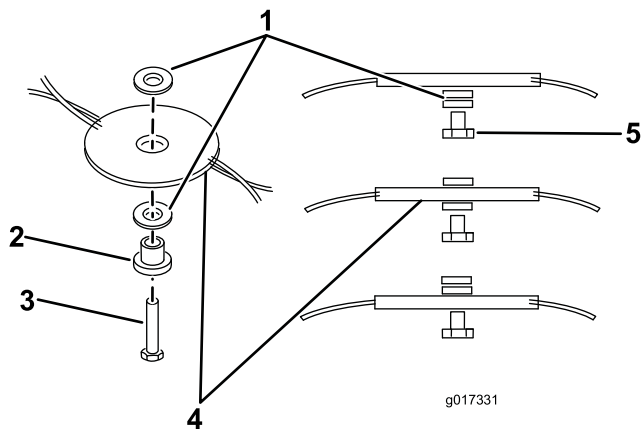
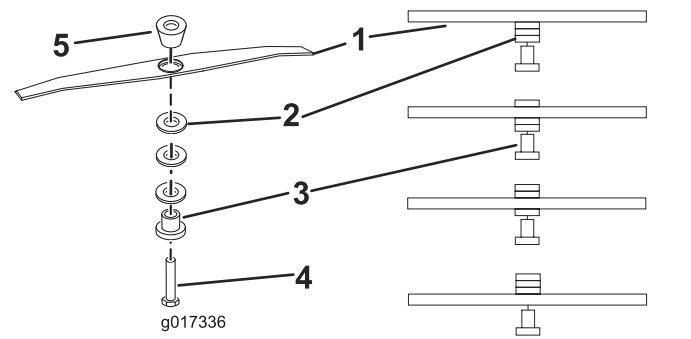

Figura 13
Figura 14
6. Reposicione os espaçadores para a altura desejada e, em seguida, volte a instalar a flexiblade/barra de corte (Figura 14, Figura 13).